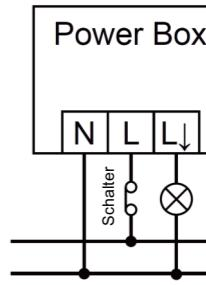

Bild 7
3.5.1 Indem man einen zusätzlichen Schalter gemäß Bild 7 anbringt kann der Melder in den manuellen Modus gebracht werden. Zweimaliges schnelles aus und ein schalten, lässt den Melder in den manuellen Modus gehen. Das Licht bleibt 6 Stunden an und geht dann wieder in den Auto Modus. bevor die 6 Stunden enden kann man den manuellen Modus verlassen und wieder in den Automodus gehen indem man einmal aus und ein schaltet. (Siehe Bild 7)